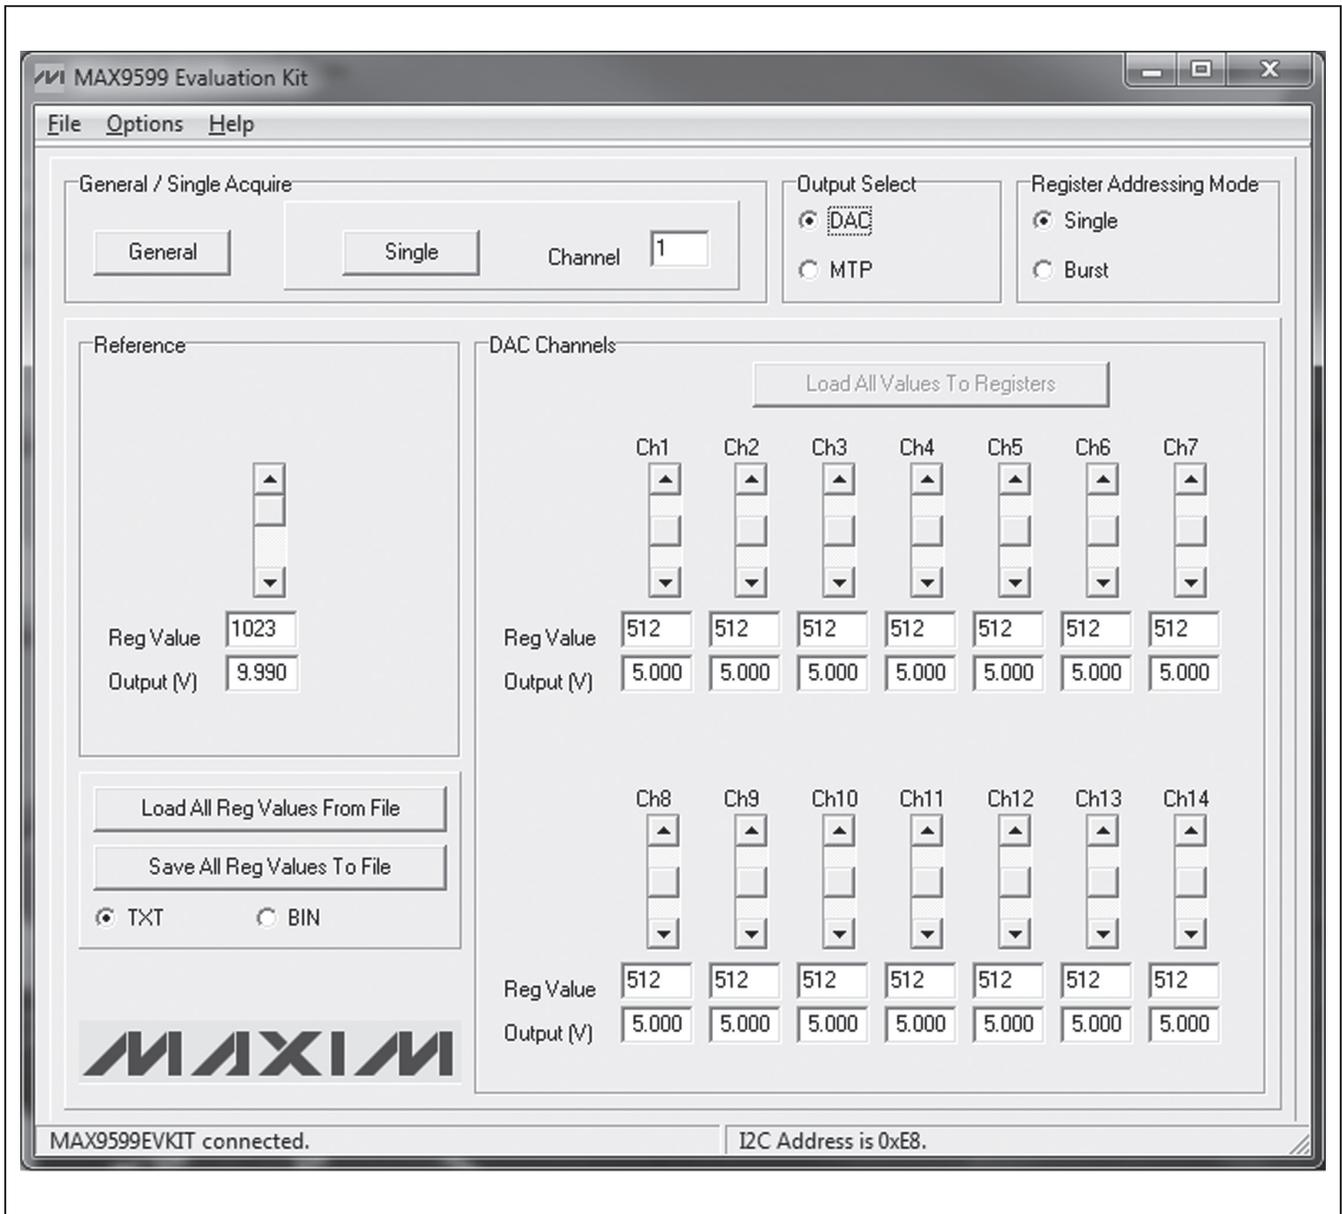
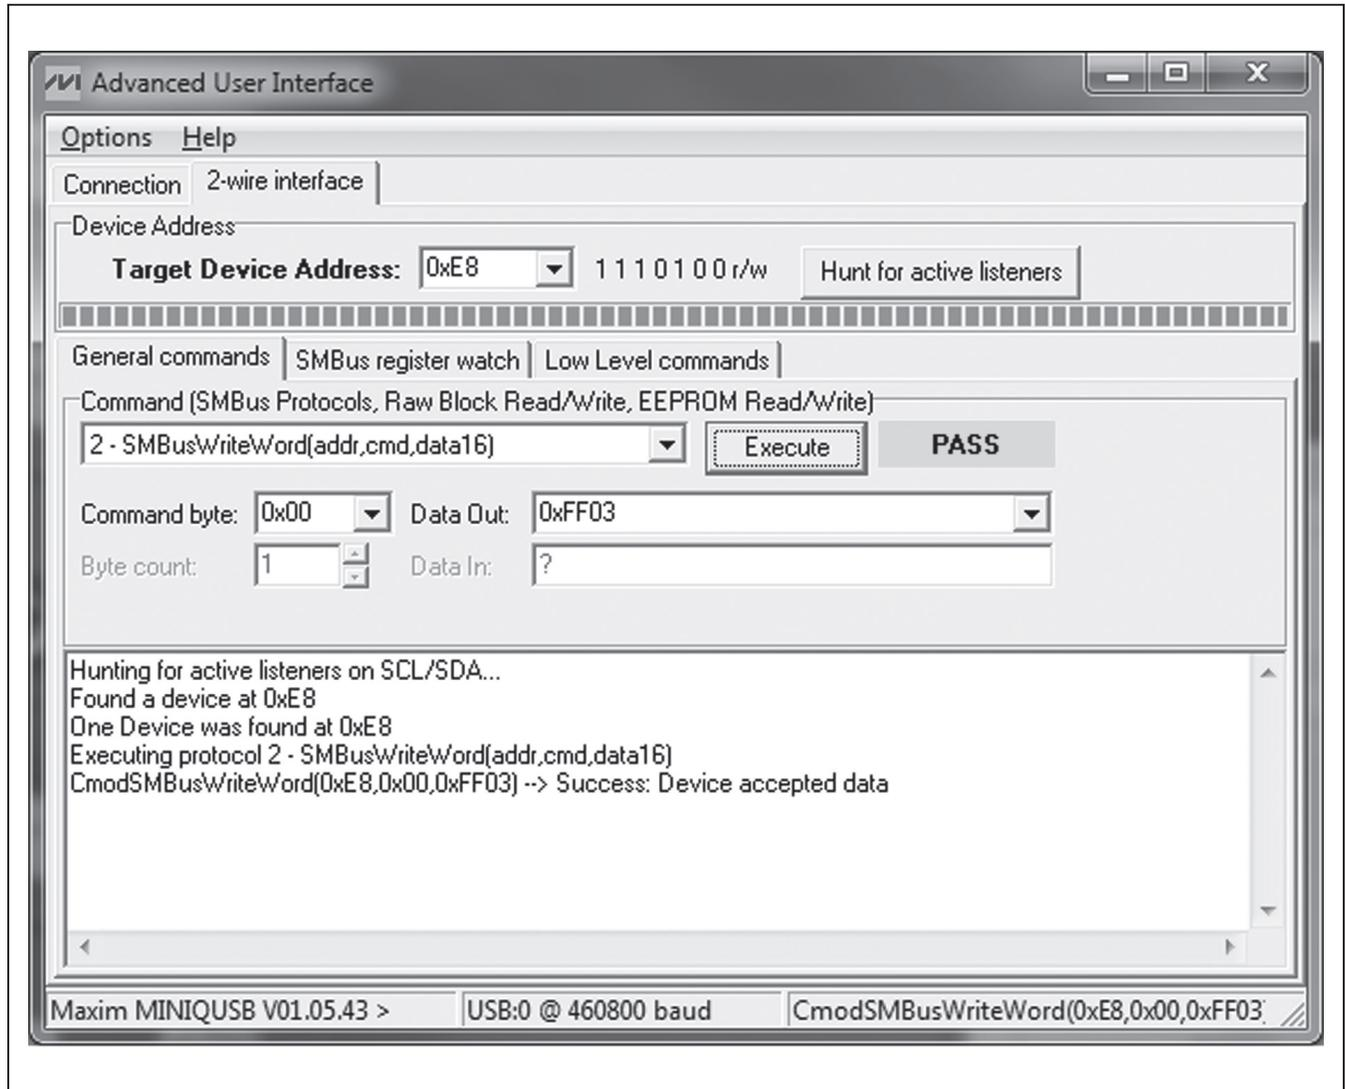

图1. MAX9599评估软件主窗口(选中DAC和Single单选按钮)
图4. 高级用户界面窗口(2线接口标签页)
- 5) 点击**Start | Programs**中的图标，启动评估软件。评估软件主窗口如图1所示。
- 8) 检查确认PL_GMA1输出电压接近Ch1 Output (V)编辑框所示电压。
MAX9599评估软件的主窗口(图1)显示可编程基准电压及全部DAC通道的寄存器值和输出电压。其它功能包括DAC和MTP输出选择、寄存器寻址模式、保存和加载寄存器值。
选择DAC和Single单选按钮时(图1)，通过上述方式可以在瞬间改变寄存器值。选择DAC和Burst单选按钮时，使能Load All Values To Registers按钮。更改寄存器值时，
通过两种方式与器件通信。第一种方法是通过图1、2和3所示窗口；第二种方法是利用图4所示Advanced User Interface窗口。选择Options | Interface (Advanced User) 菜单，Advanced User Interface窗口有效，可手动执行串口命令。